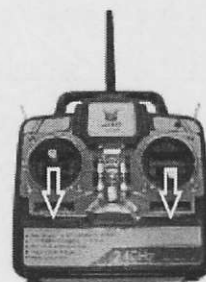

Bild 2
1. ziehen Sie den Gas-Steuerknüppel sofort zurück bis zum Endanschlag (Gas-Aus- Stellung) bevor der Helikopter aufschlägt um eine Beschädigung des Motors zu vermeiden. (Bild 2)